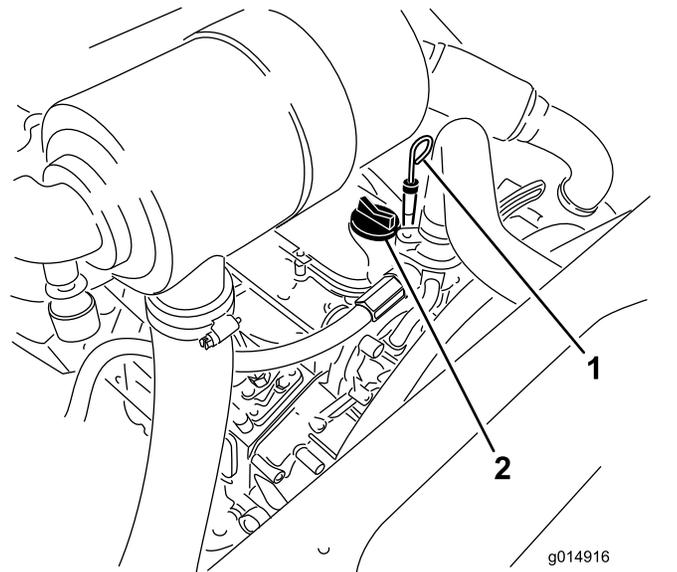

Figure 31
3. Retirez la jauge, essuyez-la sur un chiffon et remettez-la en place (Figure 31).
5. Si le niveau n'atteint pas le repère MAXIMUM, enlevez le bouchon de remplissage (Figure 31) et faites l'appoint jusqu'à ce que le niveau correct soit atteint.